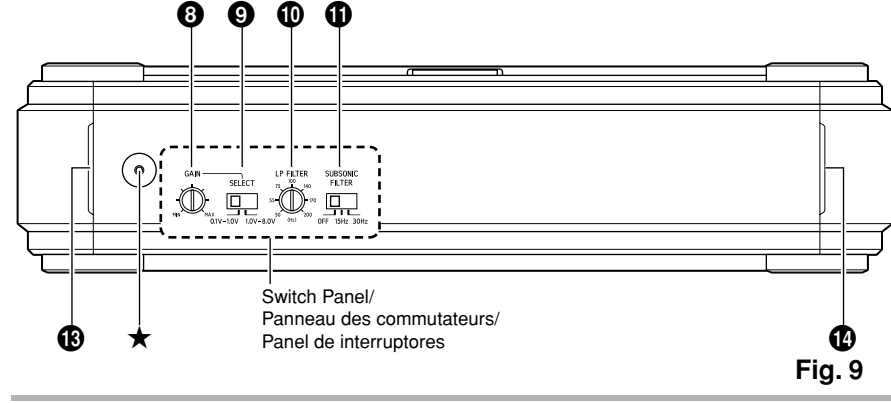

Fig. 10
## CONNECTION CHECK LIST (Fig.10)
## Liste de vérification des connexions (Fig.10)
- Prière de vérifier les points énumérés ci-dessous concernant l'unité principale: (Fig. 10)